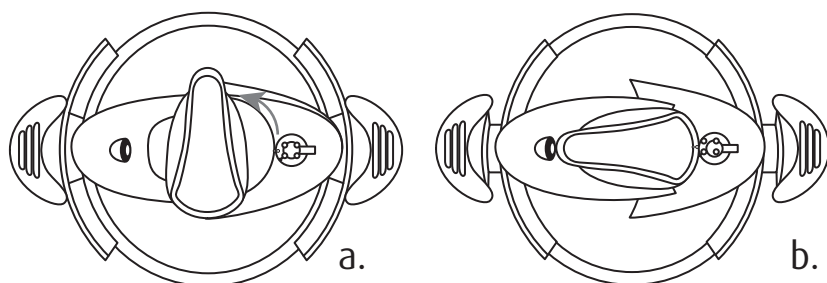

Fig. 9
2. **Al cerrar la tapa.** Cierre la tapa como muestran las instrucciones de las imágenes de abajo A y B (Fig. 9) (Cuando cierre la tapa, presione ligeramente hasta que gire a la posición, como muestra B).